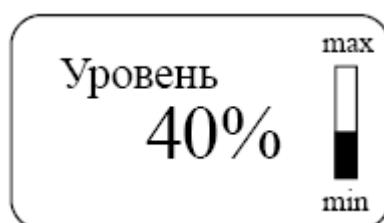

Рис.3 – Основное меню. Отображение информации о уровне заполнения ёмкости
2.2.1 Отображение информации. Датчики ДНЕ имеют OLED- индикатор, расположенный под крышкой, который выводит информацию о уровне заполнения ёмкости (рис. 3).